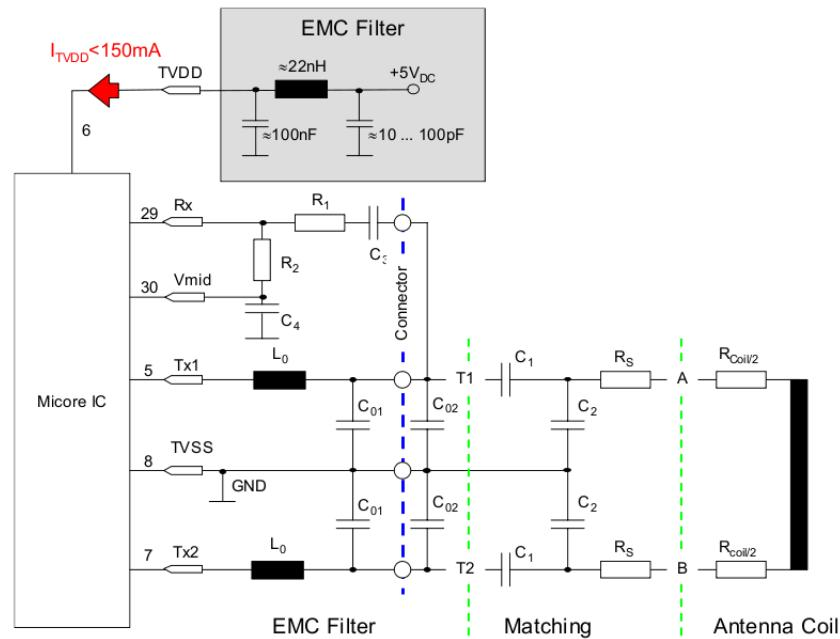

Figura B.2: Esquema de una antena, identificando sus principales secciones
- i. El nivel de tensión de continua, DC, en la entrada Rx tiene que ser mantenido a V_{mid} (por eso es necesario R_2 y C_4 , ver figura B.2).
La figura B.2 muestra un esquemático del diseño de una antena: